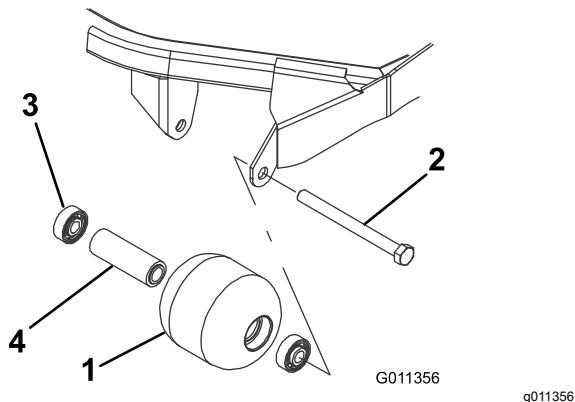

Figure 88
1. Retirez le boulon de fixation du galet (Figure 88).
1. Enfoncez le premier roulement dans le logement à la presse (Figure 88). Exercez la pression uniquement sur la bague extérieure ou uniformément sur les bagues intérieure et extérieure.
2. Insérez l'entretoise (Figure 88).
3. Enfoncez le second roulement dans le logement à la presse (Figure 88). Exercez une pression uniforme sur les bagues intérieure et extérieure jusqu'à ce que la bague intérieure rencontre la douille d'écartement.
4. Vérifiez l'état du logement de roulements, des roulements et de l'entretoise de roulements (Figure 88) Remplacez les composants endommagés et remontez-les.